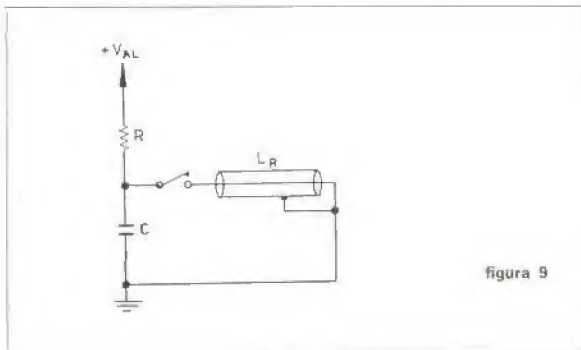

figura 9
V. generatore di impulsi brevissimi (figura 9)